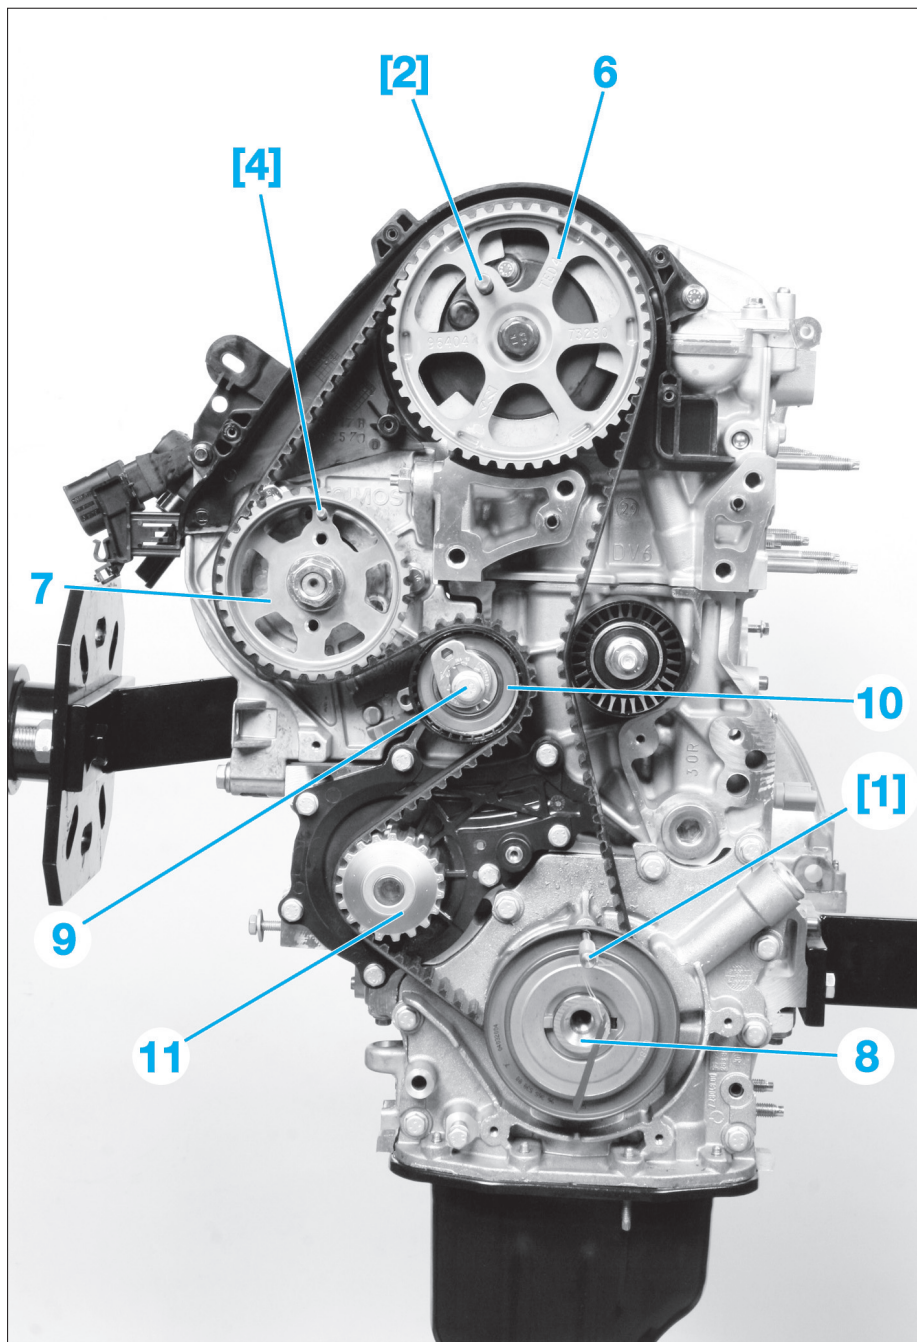

FIG. 33
- la roue dentée d'arbre à cames (6) à l'aide de la pige [2] (Fig.33),
- la roue dentée (7) de la pompe haute pression avec l'outil [4],
- le vilebrequin (8) avec l'outil [1].
- Desserrer la vis de fixation du (9) du galet tendeur (10) en le retenant à l'aide d'une clé 6 pans.
- Déposer la courroie de distribution en commençant par la roue dentée de pompe à eau (11).